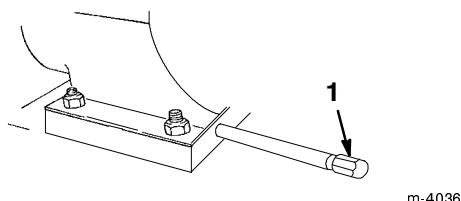

Figure 28
- Nettoyez la surface autour du bouchon de vidange d'huile (Fig. 28).
- Placez le bac de vidange sous le tube de vidange et retirez le bouchon (Fig. 28).